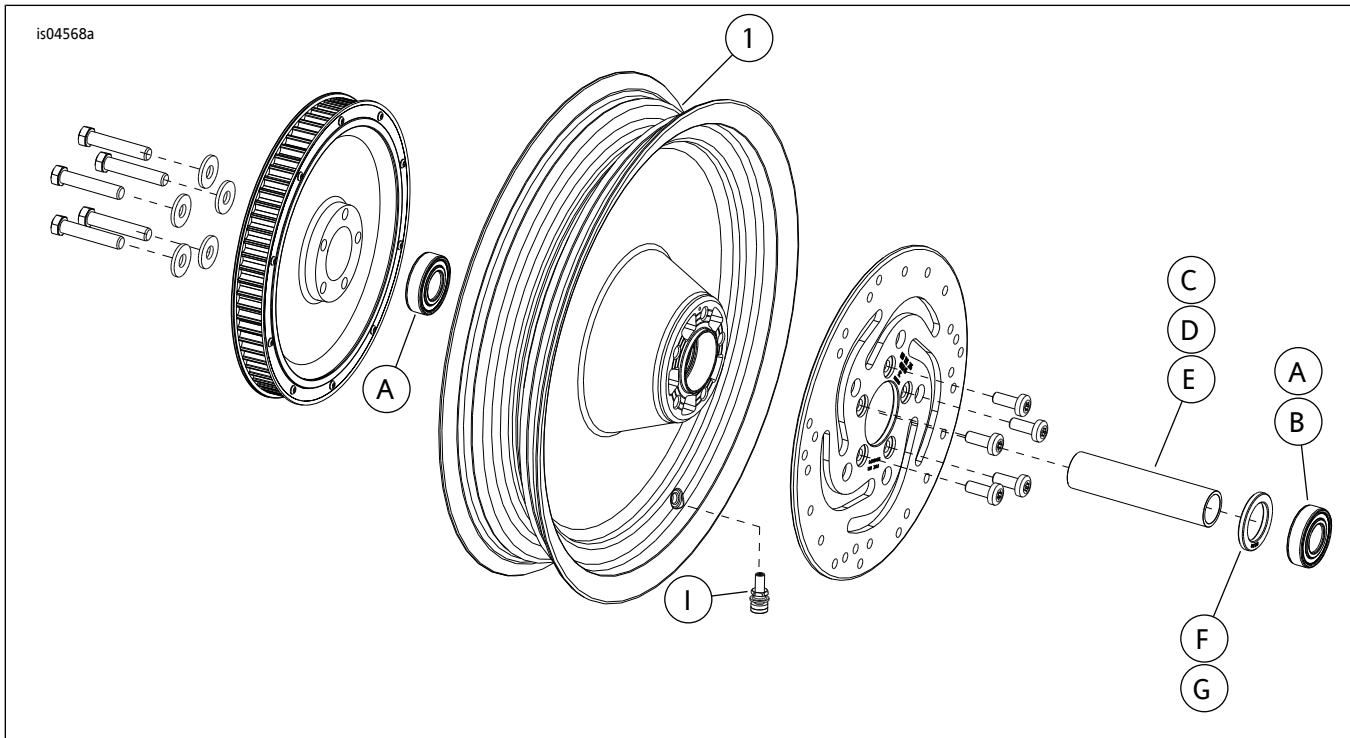

图1。维修零件：盘式后轮(图示为16英寸)
参见图1和表2
2. 参见图1。在车轮上安装阀杆组件(I)。参阅维修手册中的“轮胎”部分。